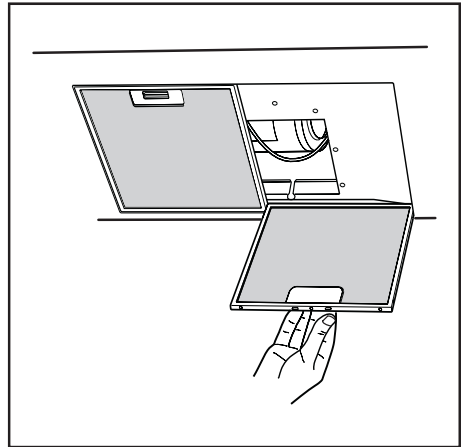

Fig.19
- La distanza minima fra la superficie di supporto dei recipienti di cottura sul dispositivo di cottura e la parte più bassa della cappa da cucina deve essere di almeno 65 cm. Se dovesse essere usato un tubo di connessione composto di due o più parti, la parte superiore deve essere all'esterno di quella inferiore. Non collegare lo scarico della cappa ad un condotto in cui circoli aria calda o utilizzato per evacuare fumi degli apparecchi alimentati da un'energia diversa da quella elettrica. Prima di procedere alle operazioni di montaggio, per una più facile manovrabilità dell'apparecchio disinserire i filtro/i antigrasso (Fig.19). Nel caso di montaggio dell'apparecchio in versione aspirante predisporre il foro di evacuazione aria.